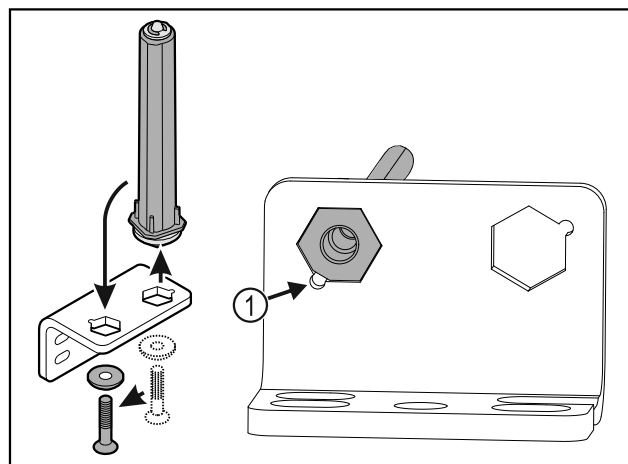

Fig. 38
- Aveți în vedere ca la introducerea, țesitura bolțului Fig. 38 (1) să fie orientată spre orificiul rotund.